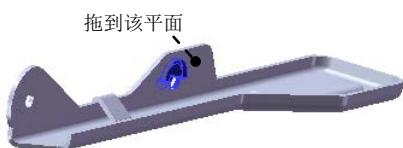

图 13.4.36 成形特征 2
Step9. 创建图 13.4.36 所示的成形特征 2。
(1) 单击任务窗格中的“设计库”按钮 , 打开“设计库”对话框。
(2) 单击“设计库”对话框中的 ch13 节点，在设计库下部的列表框中选择“file_shaped_tool_03”文件并拖动到图 13.4.36 所示的平面，在弹出的“成形工具特征”对话框中单击 按钮。